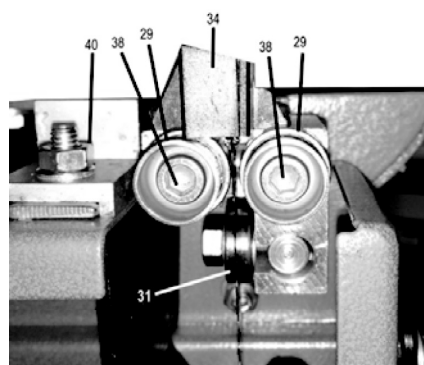

Bild. 16
16. JUSTERA NEDRE BLADSTYRNING (BILD 16)
- Ett stödlager (31) (bild 16) som stöder bladets rygg
- Två hjul (29) (bild 16) som styr bladet i sidled.